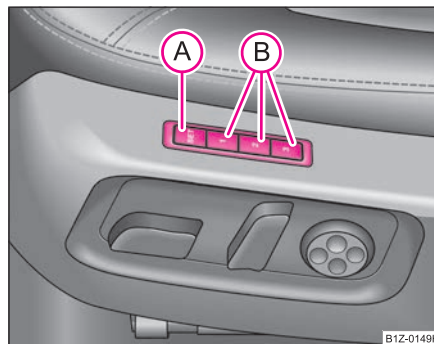

Fig. 62 Scaunul conducătorului: Tastele pentru memorare și tasta SET
- Apăsați tasta SET (A) ⇒ fig. 62.
Memory pentru scaun oferă posibilitatea memorării individuale a poziției scaunului conducătorului și a oglinzilor exterioare. Fiecăreia din cele trei taste de memorie **(B)** ⇒ pagina 83, fig. 62 i se poate alocă un reglaj al scaunului. După apăsarea tastei respective **(B)** scaunul și oglinda exterioară vor adopta poziția memorată pe tastă ⇒ pagina 85.
- **Memory-apăsare scurtă:** Apăsați scurt tasta de memorare **(B)** ⇒ pagina 83, fig. 62. Scaunul și oglinzile laterale vor adopta automat poziția memorată (acest lucru este valabil numai pentru situația când contactul este pus și viteza este mai mică de 5 km/h).